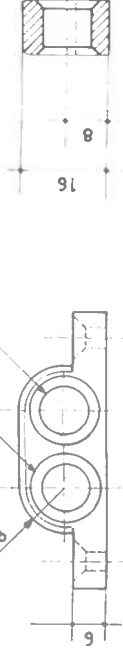

FIG.128 Pontet de fixation des poulies babord
Sur les côtés de la baignoire (fig. 128, 129, photos 43 et 44).
Usinage du pontet babord pour double poulie (fig. 128)
• 1° Tracer la pièce suivant la figure 128 après avoir dressé la face inférieure.